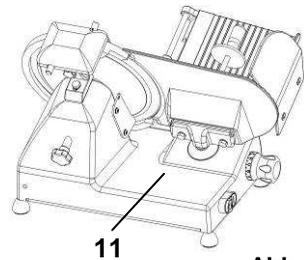

Abb. 12
- Reinigen Sie die Schnittgutablage (11) und das Gehäuse des Gerätes mit einem weichen feuchten Tuch unter Verwendung eines neutralen Reinigungsmittels und trocknen Sie diese anschließend gründlich ab (**Abb. 12**).